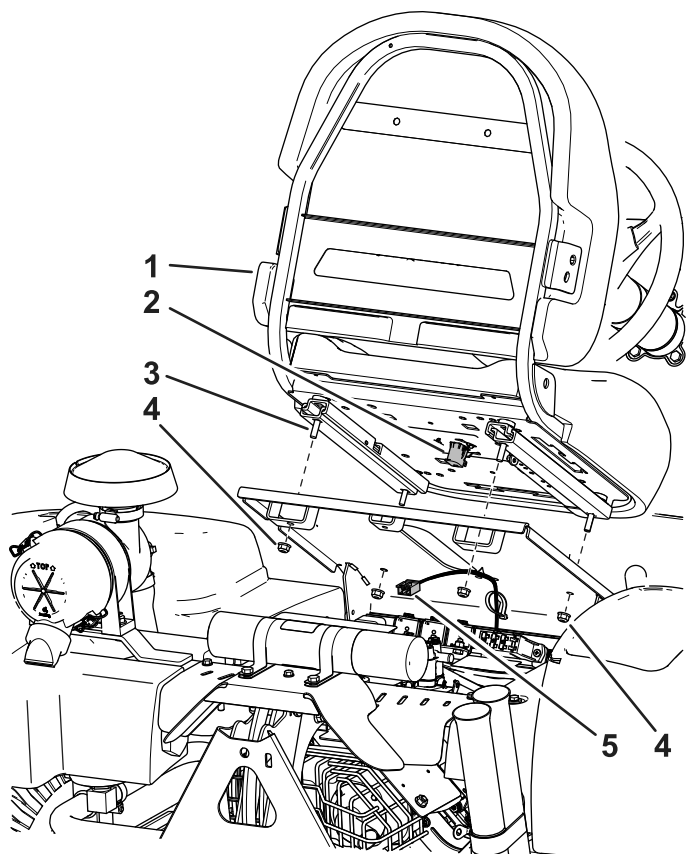

Figure 4
3. Fixez le siège sur son socle avec les 4 écrous retirés précédemment ; voir Figure 4.
4. Localisez le faisceau de la machine et connectez-le au siège (Figure 4).